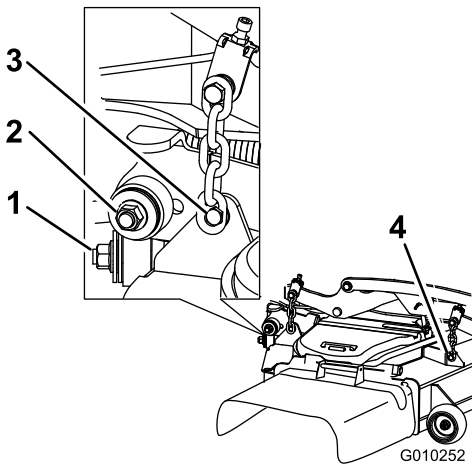

Figure 97
7. Enlevez et mettez de côté les fixations des deux côtés du tablier, comme montré à la Figure 97.